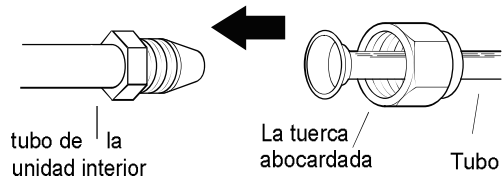

Fig. 5.7
1. Alinear el centro de las dos tuberías que se conectarán. Ver Fig. 5.7.